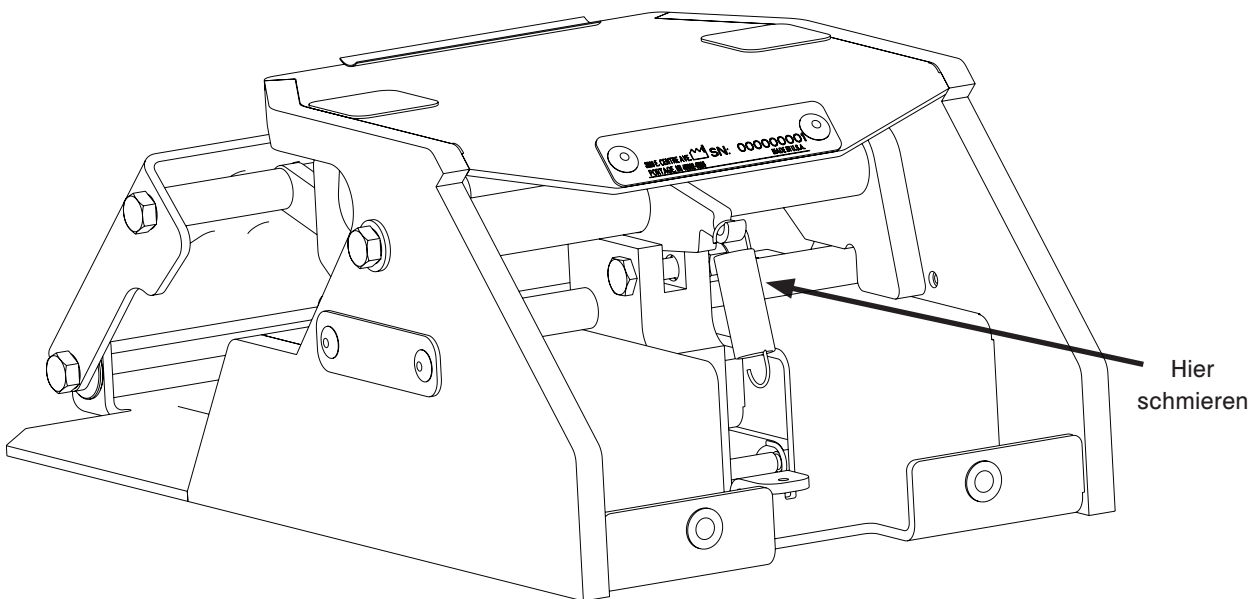

Abbildung 19 - Schmierung der Befestigung
2. Tri-Flow® mit Teflon®-Schmiermittel (Stryker-Teilenummer 6082-199-012) auf die in Abbildung 19 mit Pfeilen angezeigten Bereiche sprühen.